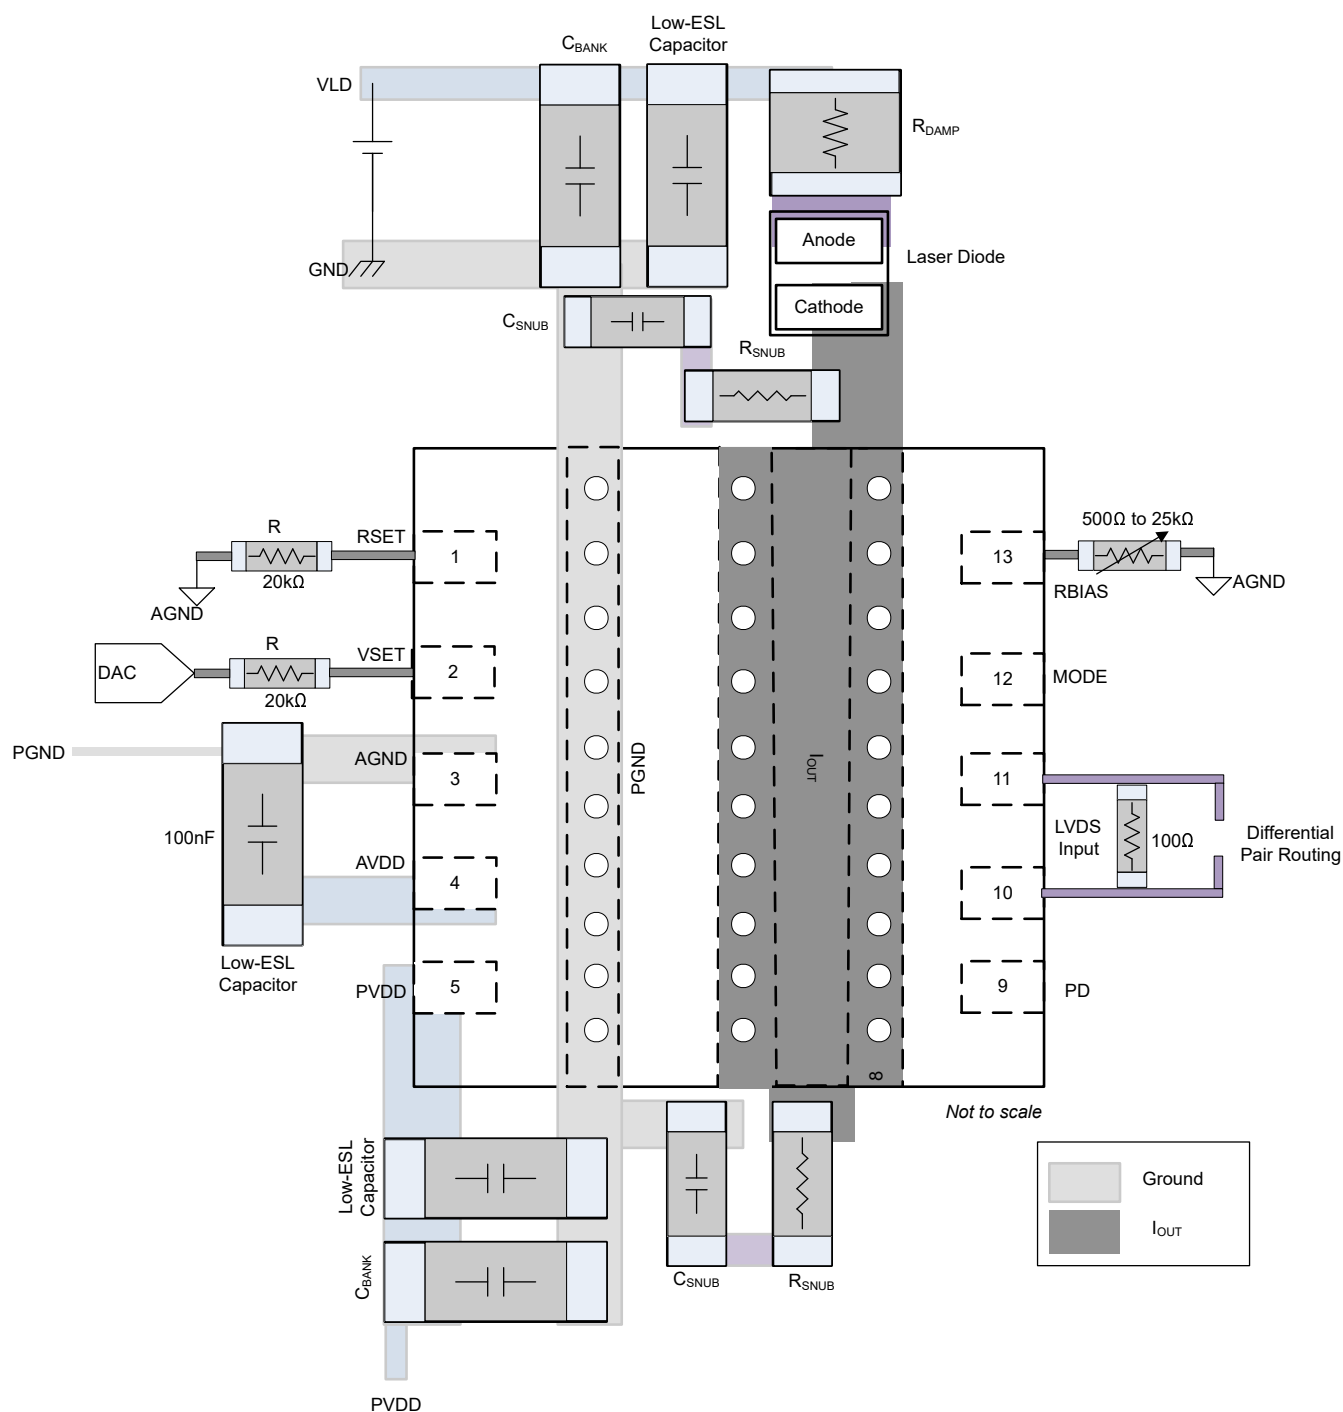
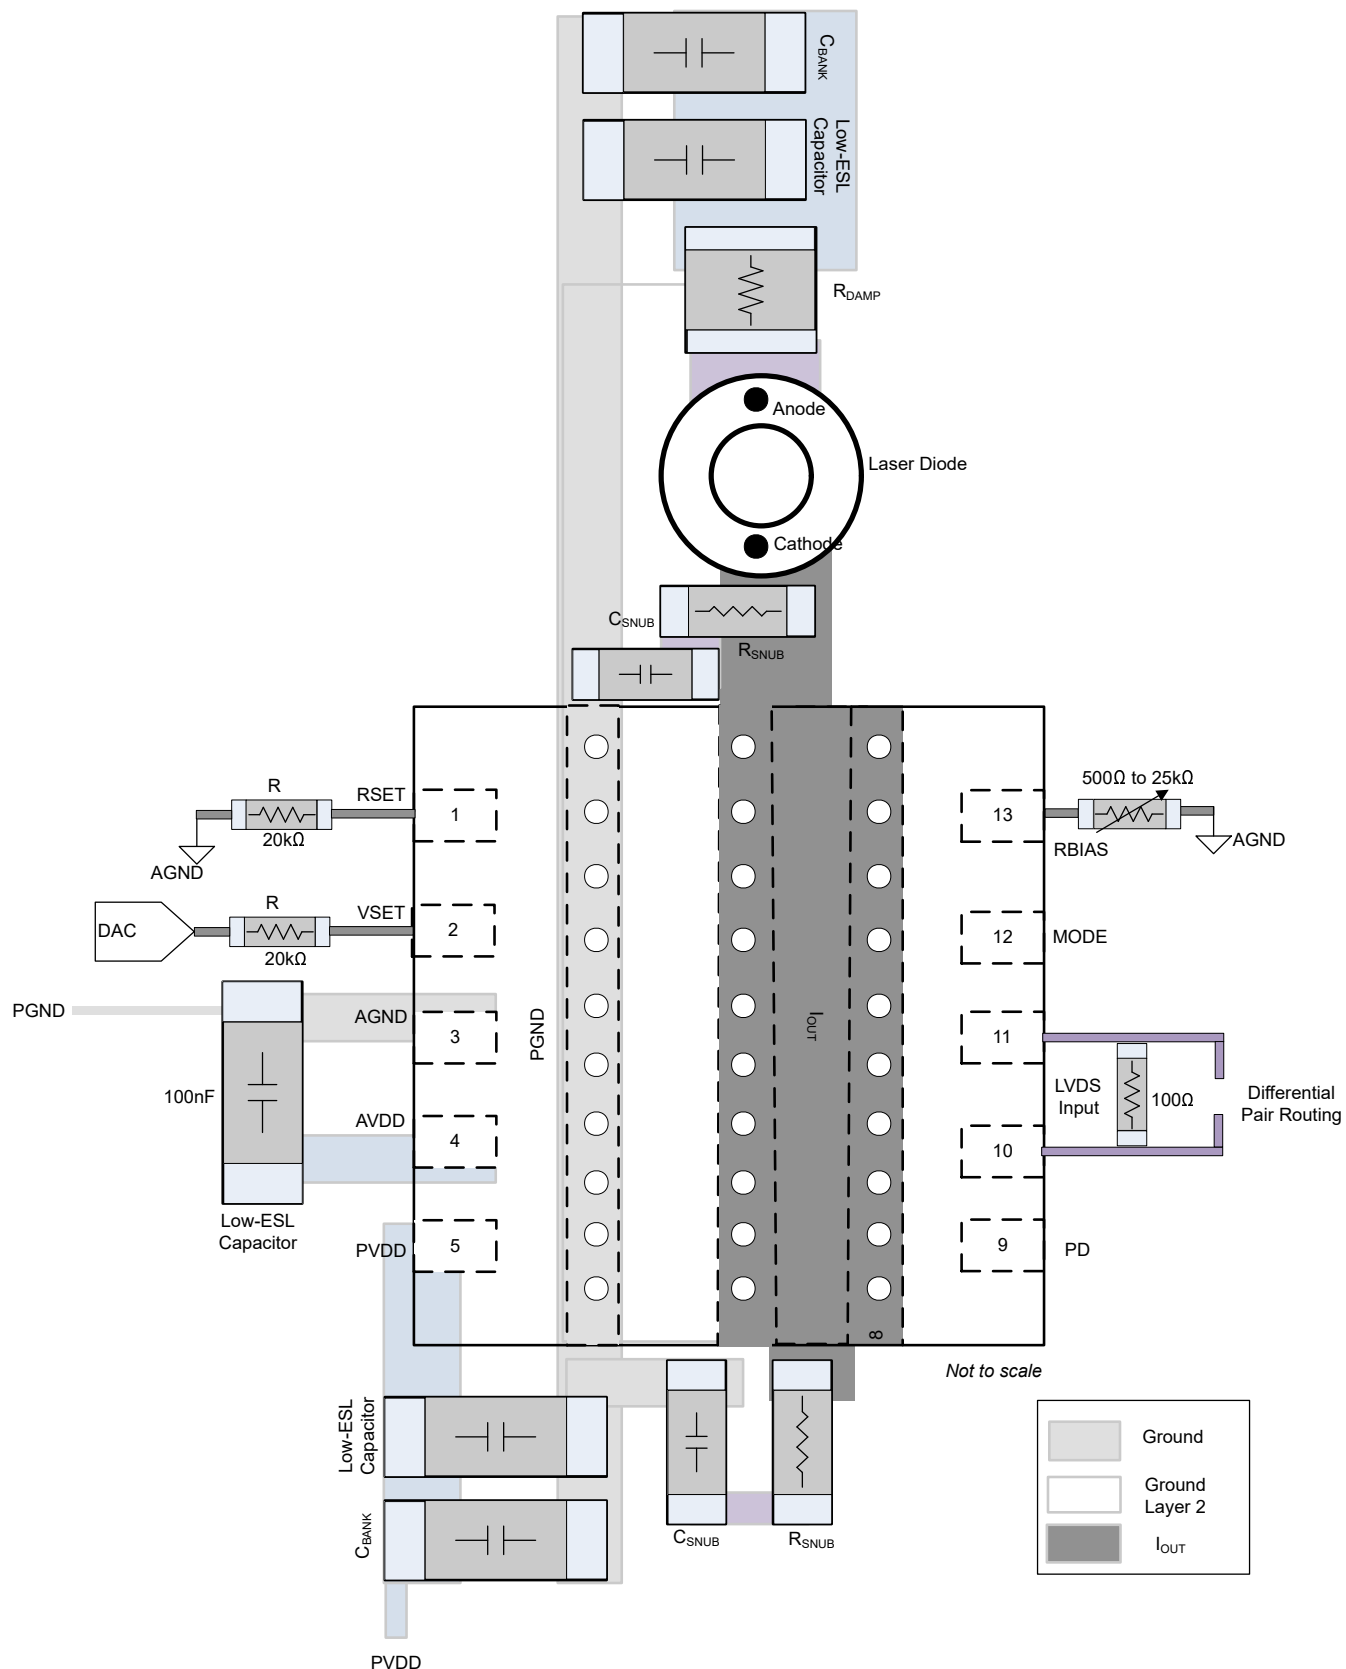

図 7-6. レイアウト例—SMD パッケージ
図 7-7. レイアウト例—TO220 パッケージ
立ち上がり時間とオーバーシュートのバランスを適切に保つために、R_{SNUB} を微調整します。スナバを最も効果的にするために、I_{OUT} の両側にスナバを追加します (図 7-6 および 図 7-7 を参照)。
- ループを最小化できない場合は、VLD C_{BANK} の to および return 部分をまたいで配線します。PCB の最上層と 2 番目の層を使用してこの配線は、電流を反対方向に流すことで達成されています。このレイアウト技術により、共通ソース・インダクタンスを低減できます(図 7-7 こちらも参照)。